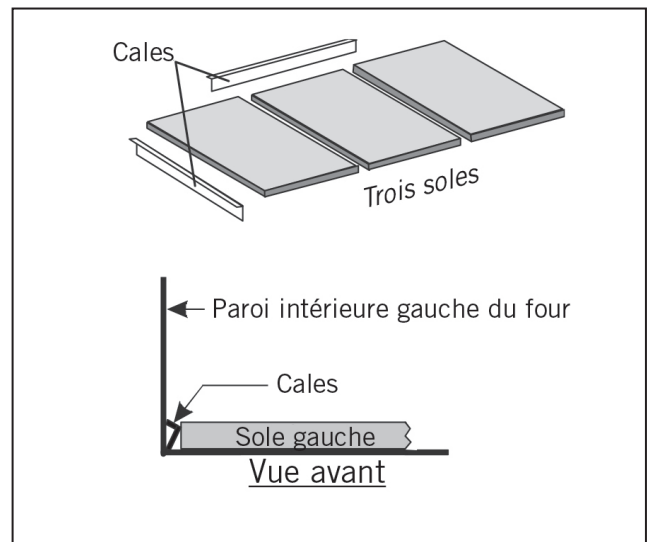

Figure 7
- Utiliser des cales à l'arrière et sur le côté de la sole si les soles sont lâches. Les trois soles devraient être serrées les unes contre les autres sans aucun espace entre elles (voir Fig. 7).